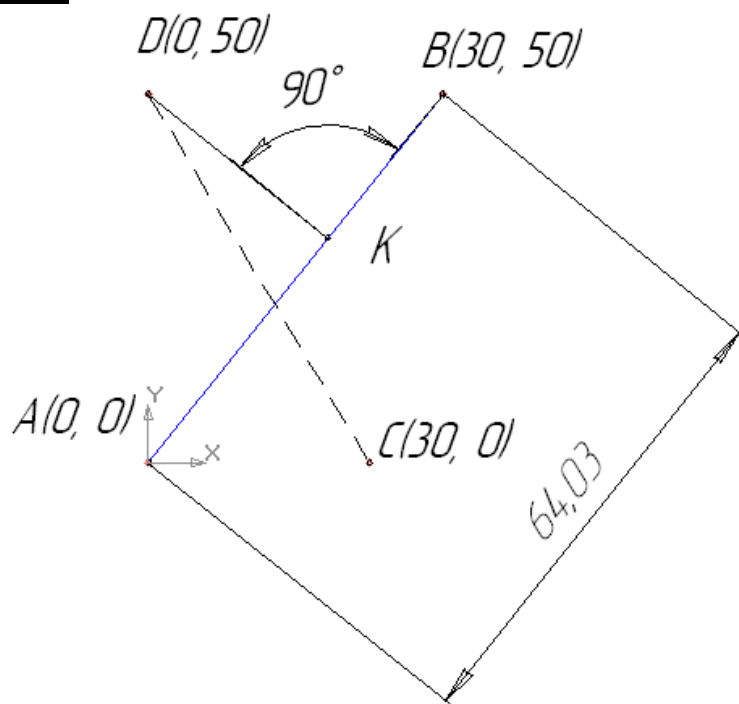
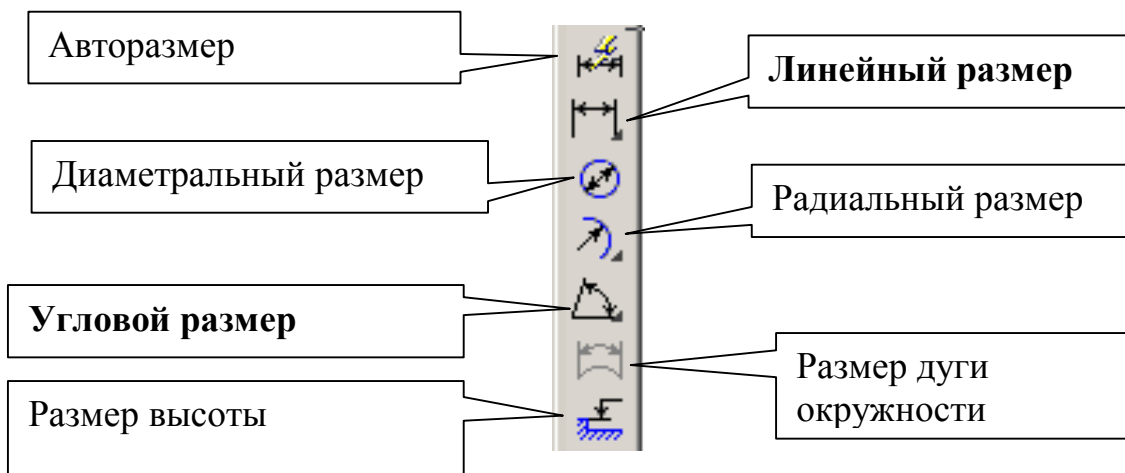

Рис. 5
Рис. 14
**Задание (рис. 5):**
6. Проставьте линейный размер отрезка  $AB$ . Для этого на панели **Размеры** (рис. 6) активизируйте команду **Линейный размер**, рис. 14.
Активизируйте на панели специального управления команду **Выбор базового объекта** , укажите курсором отрезок прямой *AB* и расположите размерную линию согласно рис. 5.
Проставьте угловой размер. Выберите команду **Угловой размер**, рис. 14, последовательно укажите курсором отрезки прямых *DK* и *KB* и расположите размерную линию согласно рис. 5.